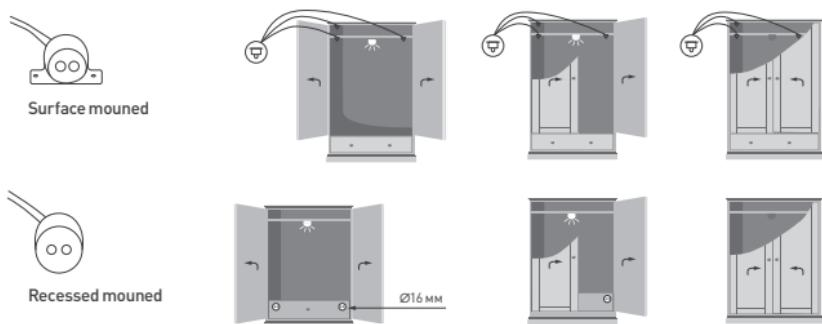

Рисунок 2. Установка ИК-датчика DOOR/HAND
- ↗ Датчик DOOR должен быть смонтирован т. о., чтобы дверь в закрытом положении находилась на расстоянии до 10 см от лицевой стороны датчика [рис. 2]. Свет будет включаться, когда любой из 3 датчиков будет открыт и выключаться при закрывании всех 3 датчиков. Для лучшего отражения ИК-сигнала от черных поверхностей наклейте на дверь небольшой отражающий элемент.